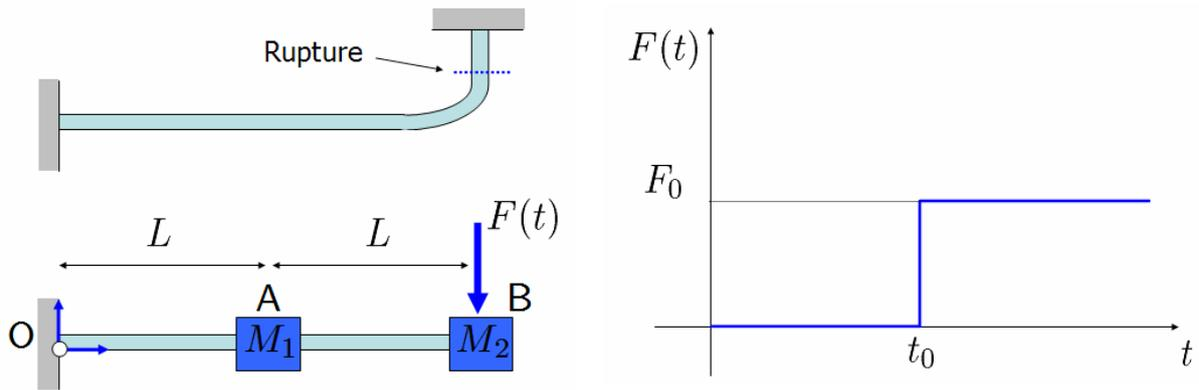

Figure 12 : Modélisation simplifiée d'une rupture de tuyauterie sous pression
- IV.** Déterminer l'évolution dans le temps des déplacements des points A et B ($u_y^A(t)$ et $u_y^B(t)$) pour ce chargement (cf. Figure 12).